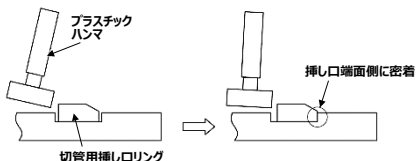

図52 プラスチックハンマによる密着方法
- (3) 切管用挿し口リングを切管用挿し口リング絞り器具により絞った状態で、傷つかないようにプラスチックハンマなどを使って図52に示すように溝部の挿し口端面側に密着させる。